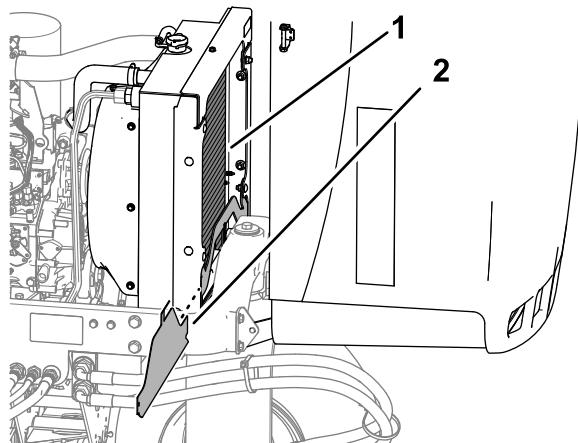

Figura 82
- Limpie a fondo ambos lados del radiador con agua o aire comprimido (Figura 82).
- Retire el protector del radiador inferior (Figura 82).